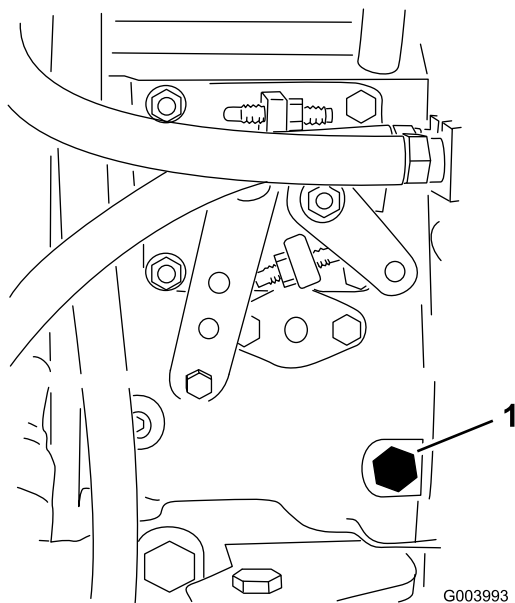

Figura 39
3. Abra el tornillo de purga de aire de la bomba de inyección de combustible (Figura 39) con una llave de 12 mm.